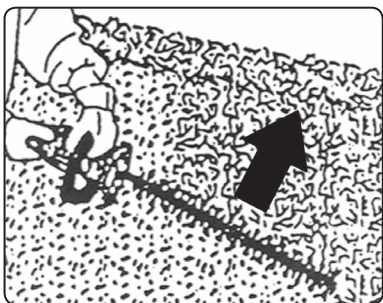

Abb. 4
- Beginnen Sie mit dem Schneiden der Hecke an den Seiten durch gleichmäßige angemessene Bewegungen von unten nach oben, siehe Abb. 4. Beim Schneiden von oben nach unten tendieren die jungen Äste zum Biegen und verursachen Vertiefungen in der Schneidlinie.